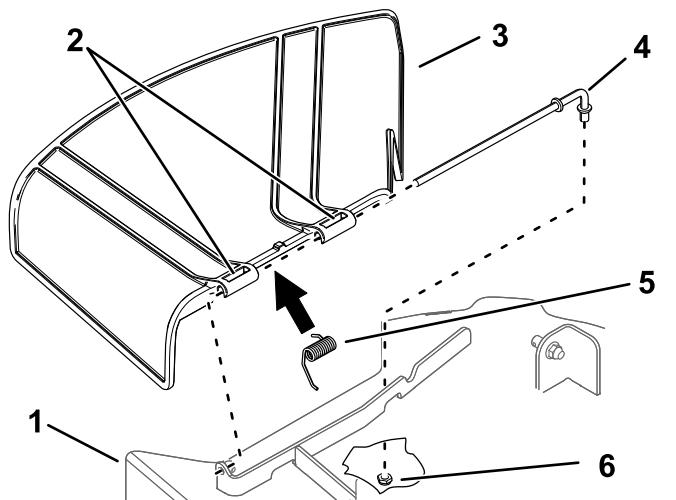

Figura 78
1. Togliete il dado (3/8") dall'asta sottostante il tosaerba (Figura 78).
2. Estraete l'asta dalla staffa del piatto di taglio, dalla molla e dal deflettore dell'erba (Figura 78).
4. Montate il deflettore dell'erba tagliata nuovo (Figura 78).
7. Fate scorrere l'asta attraverso il secondo perno del deflettore dell'erba (Figura 78).
9. Fissate l'estremità posteriore dell'asta nel tosaerba con un dado (3/8"), come mostrato in Figura 78.